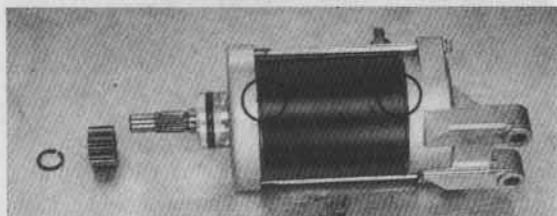

Bild 73
- Seegerring mit entsprechender Zange von Welle abnehmen und Zahnrad abziehen (Bild 73).
● Frontdeckel und Rückdeckel so montieren, dass Markierungen wie in Bild 73 gezeigt, fluchten.
● Starterritzel und Seegerring anbringen (Bild 73).